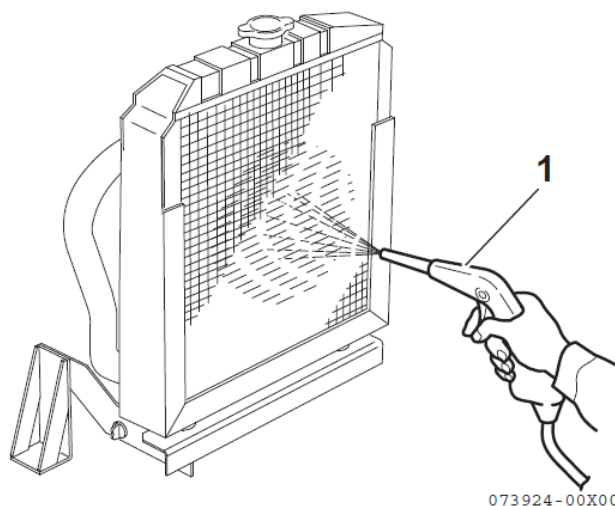

Рисунок 44
- Для удаления грязи и пыли с пластин и из радиатора продуйте его сжатым воздухом под давлением 0.19 МПа, (2 кгс/см²) или меньше (1, рисунок 44). Проявляйте осторожность, чтобы не повредить пластины сжатым воздухом.